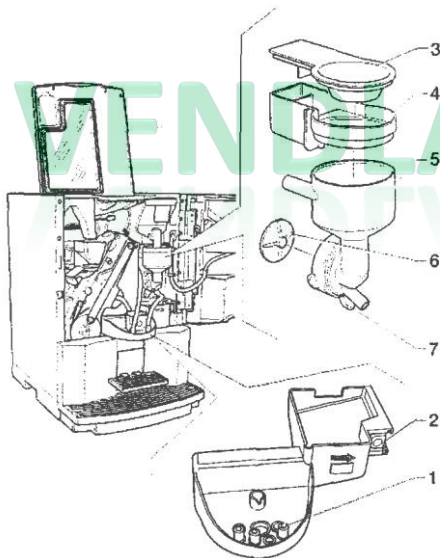

Рис. 10
- съемные крышки, воронки для воды и порошкообразных продуктов, устройства подачи, выдвижные приспособления для подачи порошков и перемешивающие колеса миксеров (см. рис. 10);